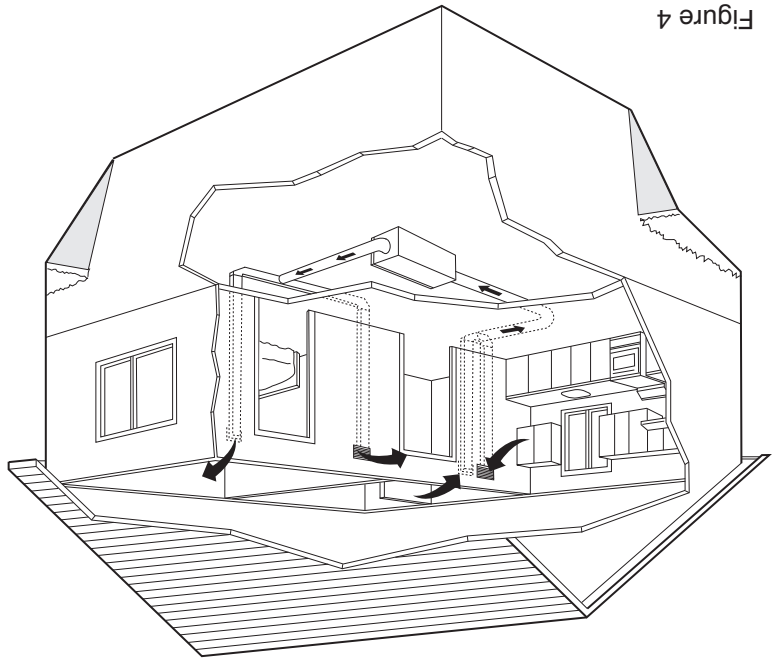

Figure 4
1. Posez les deux (2) colliers de 7 po (fournis) sur le caisson de l'épurateur à PFT avec les huit (8) vis à tôle de 8/32 po x 3/8 po qui sont fournies (Fig. 4).
2. Les canalisations comprendront habituellement un conduit de reprise ou retour avec une grille sur un côté de la maison et un conduit de distribution avec une grille à l'extrémité opposée de la maison (Fig. 4).